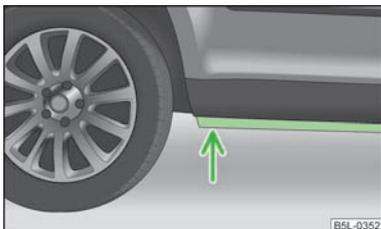

Fig. 157
- Antes de atravessar poças de água, verifique a sua profundidade. O nível da água não deve ultrapassar o perfil da parte inferior da embaladeira » Fig. 157,